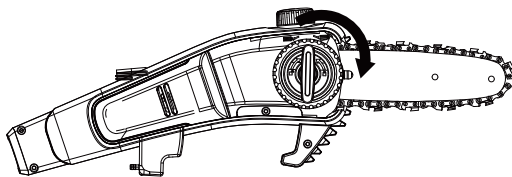

Fig. 9
5. Coloque la cubierta y apriétela al girar el botón de bloqueo del cubrecadena en el sentido de las agujas del reloj hasta que esté apretado. (Fig.9)